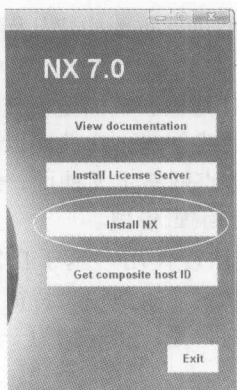
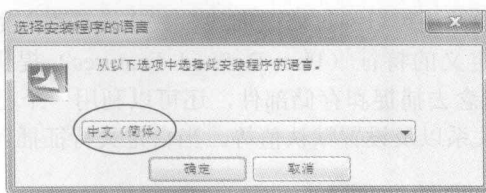

图 1-2 NX7.0 安装启动画面
图 1-3 “选择安装程序的语言”对话框
(1) 启动电脑后，把 UG NX7.0 安装光盘放到光盘驱动中，会自动启动 UG NX7.0 的安装画面（见图 1-2）。如果没有自动启动安装，打开光盘根目录，双击 Launch.exe 启动安装程序。
(2) 鼠标左键单击“Install NX”，则开始安装过程。
(3) 弹出“选择安装程序的语言”对话框，如图 1-3 所示，选择中文（简体），并单击“确定”。